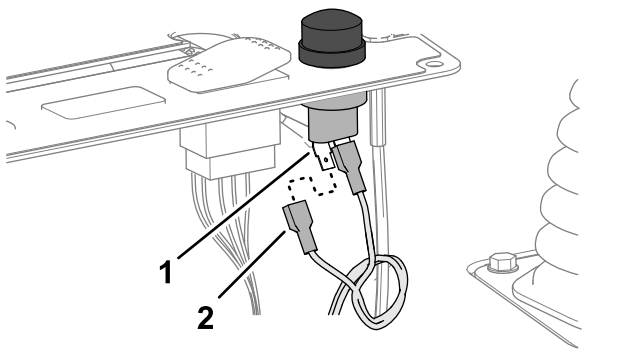

Figure 18
4. Reliez les 2 bornes du faisceau étiqueté HORN SWITCH aux bornes de l'interrupteur de l'avertisseur sonore (Figure 18).